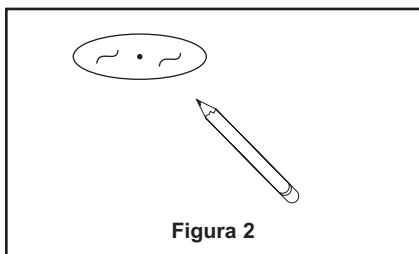

Figura 2
**Paso 1.** Ubique el centro de la abertura propuesta y use la plantilla para marcar y cortar con precisión una abertura. (Figura 2).